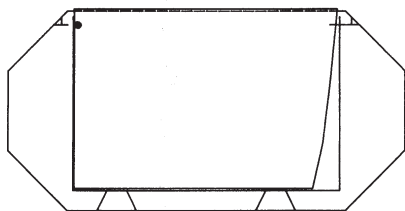

Fig. 6
- en el inserto giratorio en el tornillo del punto giratorio (fig. 6).